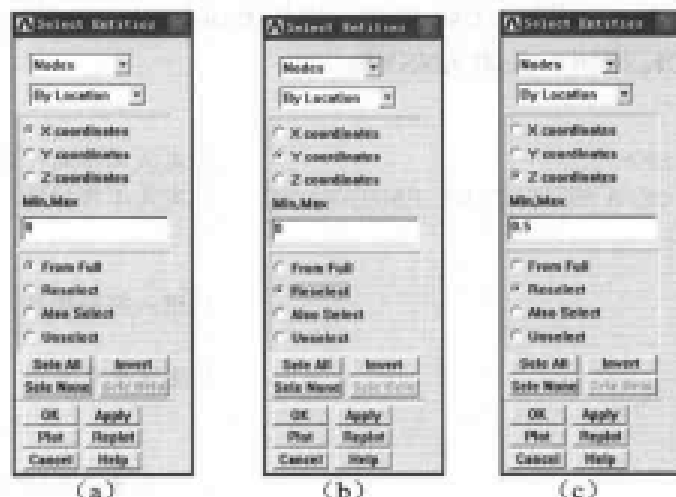

图 11-66 选择节点对话框
(3) 选择 Utility Menu | Style | Graphs | Modify Axes 命令, 出现 Axes Modifications for Graph Plots 对话框, 在[/AXLAB] X-axis label 文本框中输入 TIME,(sec), 在[/AXLAB] Y-axis label 文本框中输入 TEMP, 在[/GTHK] Thickness of axes 下拉列表框中输入 Triple 选项, 单击 OK 按钮关闭该对话框。
(4) 选择 Utility Menu | Style | Graphs | Modify Curves 命令, 出现 Curve Modifications for Graph Plots 对话框, 在[/GTHK] Thickness of curves 下拉列表框中选择 Triple 选项, 单击 OK 按钮关闭该对话框。
(5) 选择 Utility Menu | PlotCtrls | Style | Colors | Graph Colors 命令, 出现 Graph Colors 对话框, 在 CURVE Graph curve number 1 下拉列表框中选择黄色, 单击 OK 按钮关闭该对话框。
(6) 选择 Utility Menu | Select | Entities 命令, 出现 Select Entities 对话框。在第 1 个下拉列表框中选择 Nodes, 在第 2 个下拉列表框中选择 By Location 选项, 在第 3 个选项组中选中 X coordinates 单选按钮, 在 Min,Max 文本框中输入 0, 在第 5 个选项组中选中 From Full 单选按钮, 如图 11-66 (a) 所示。
(7) 单击 Apply 按钮, 在第 3 个选项组中选中 Y coordinates 单选按钮, 在 Min,Max 文本框中输入 0, 在第 5 个选项组中选中 Reselect 单选按钮, 如图 11-66 (b) 所示。
(8) 单击 Apply 按钮, 在第 3 个选项组中选中 Z coordinates 单选按钮, 在 Min,Max 文本框中输入 0.5, 在第 5 个选项组中选中 Reselect 单选按钮, 如图 11-66 (c) 所示, 单击 OK 按钮关闭该对话框。